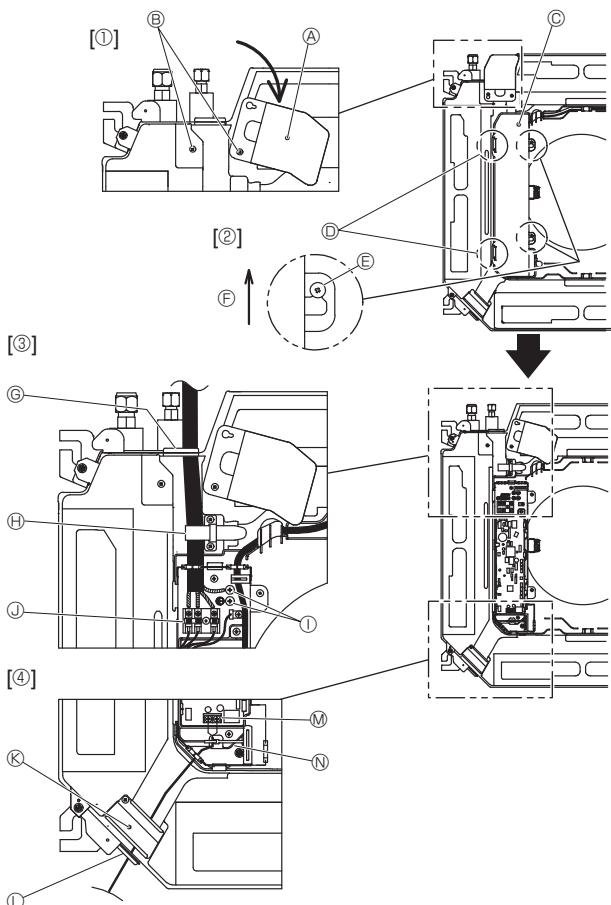
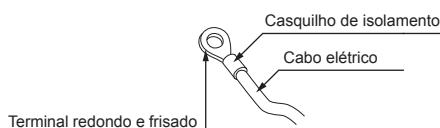
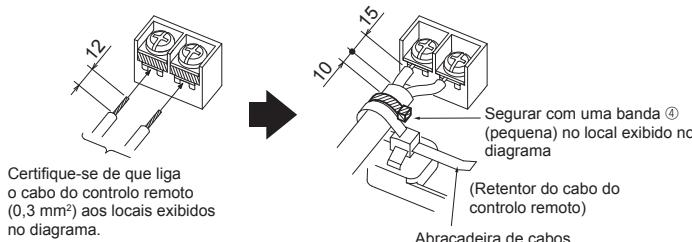

Fig. 6-1
Fig. 6-2
Fig. 6-3
6.1. Unidade exterior (Fig. 6-1)
- Desaperte os dois parafusos que seguram o painel de serviço da cablagem elétrica e, em seguida, rode o painel. [Fig. 6-1 ①]
- Desaperte os dois parafusos que seguram a tampa da caixa elétrica e, em seguida, faça deslizar a tampa. [Fig. 6-1 ②]
- Faça passar o cabo de alimentação, o cabo de ligação da unidade interior/exterior e o cabo de ligação à terra pelas entradas de cablagem mostradas no diagrama. [Fig. 6-1 ③] Coloque a parte revestida do cabo de alimentação e do cabo de ligação da unidade interior/exterior na caixa elétrica. Utilize terminais redondos e frisados para o terminal de ligação da unidade interior-exterior ou o kit de terminais de alimentação opcional. [Fig. 6-2] Se não for possível utilizar terminais redondos e frisados, siga o procedimento da Fig. 6-3-6-6. Consulte as secções 6.1.1. e 6.1.2. para obter informações sobre a ligação.
- Faça passar e prenda o cabo do controlo remoto nas entradas de cablagem mostradas no diagrama. [Fig. 6-1 ④, Fig. 6-3] Consulte as secções 6.1.1. e 6.1.2. para obter informações sobre a ligação.